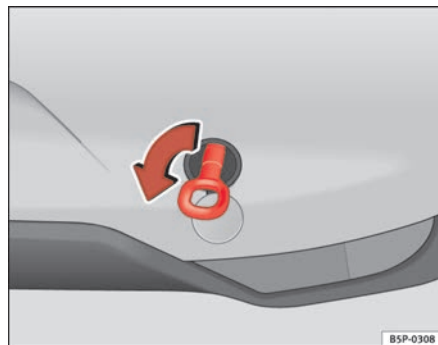

Fig. 208 Lato posteriore del veicolo: montaggio del gancio di traino
- Avvitare l'occhiello fino in fondo verso *sinistra*, nel senso indicato dalla freccia ⇒ **fig. 208**.